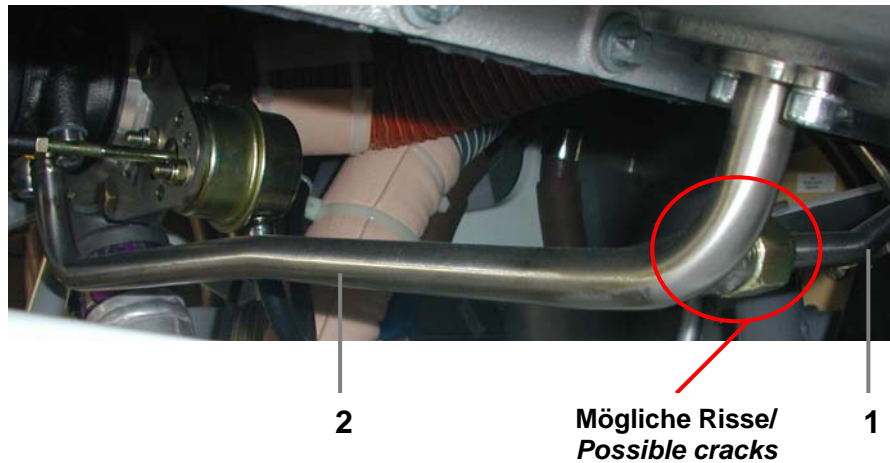

Bild 3/ Figure 3
- b. Die Rücklaufleitung von der Ölleitung zwischen Turbolader und Ölwanne lösen. Siehe Bild 3.
- b. Detach the oil return line from the oil line between turbo charger and oil sump. Refer to figure 3.